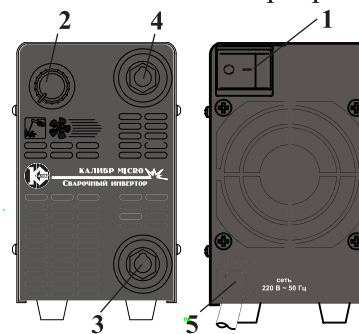

рис. 1
Общий вид инверторов схематично представлен на рис. 1:
6.4.1 Сварочный кабель с электрододержателем подключается к быстрозажимной клемме «плюс» 4 (рис. 1), за исключением случая использования кислотных электродов. В любом случае, сначала ознакомьтесь с инструкцией на упаковке электродов.
6.4.2 Кабель массы подключается к быстрозажимной клемме «минус» 3 рис. 1 и подключается к рабочей поверхности, как можно ближе к месту сварки.